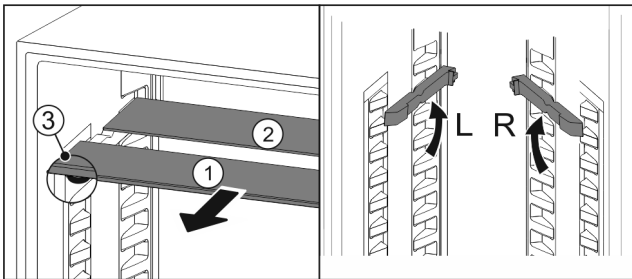

Fig. 58
- Vedä lasilevyt yksittäin etukautta ulos Fig. 58 (1).
- ▷ Koristelistalla varustettu lasilevy Fig. 58 (1) on edessä.
- ▷ Pysäyttimet Fig. 58 (3) osoittavat alaspäin.